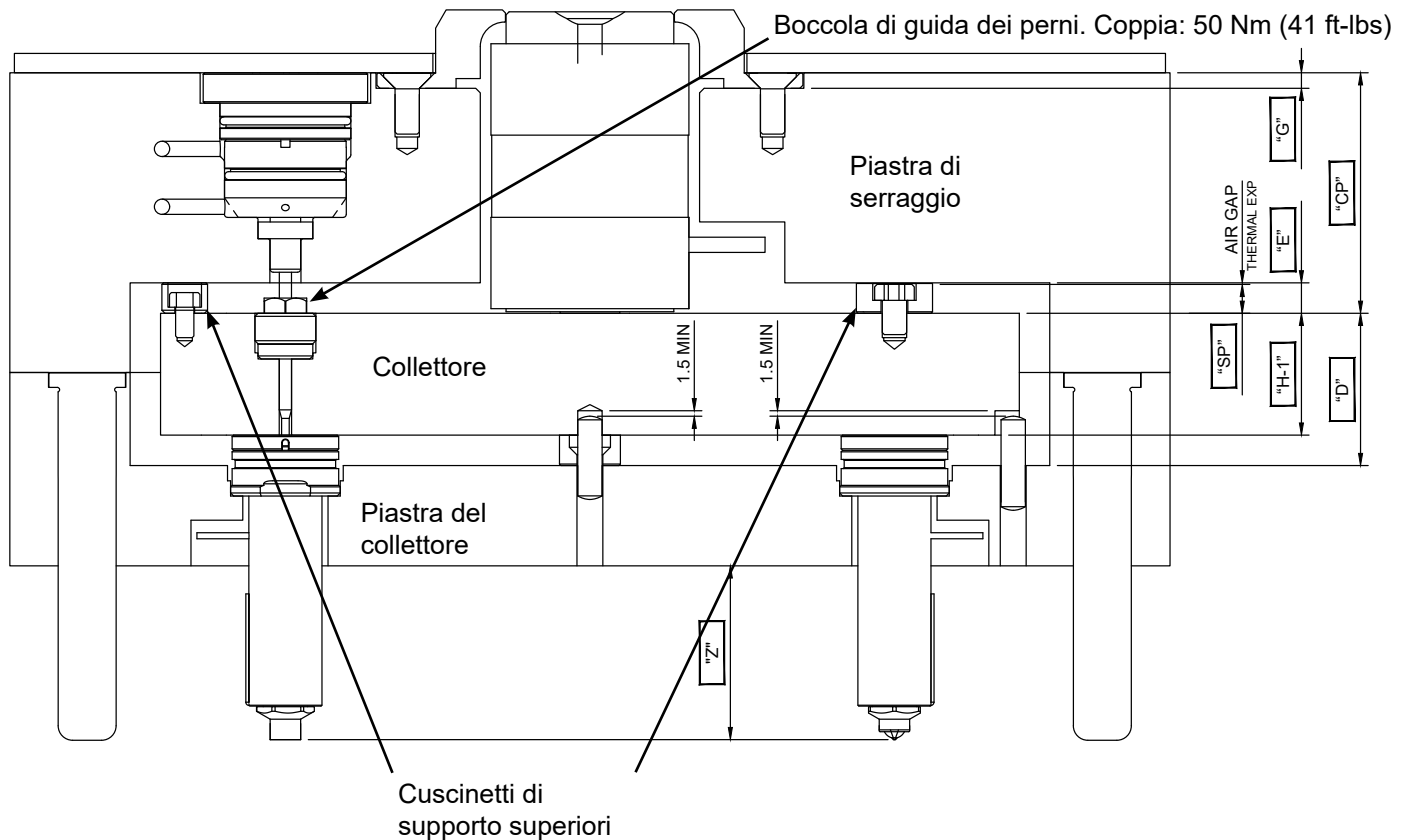

Figura 6 Posizioni dei supporti imbottiti e della boccola della guida dei perni
Tagliare e installare i cuscinetti di supporto superiori nella parte inferiore della piastra di serraggio. (Nota: i cuscinetti di supporto superiori sono realizzati con un materiale non magnetico. Realizzare un fissaggio sulla smerigliatrice per tenere il cuscinetto di supporto). Questa dimensione sarà la dimensione "E" meno il gioco d'aria (spazio libero freddo) specificato nel disegno dell'assemblaggio generale (vedere Figura 6 Posizioni dei supporti imbottiti e della boccola della guida dei perni). Registrare questa come dimensione "SP" sulla Scheda di ispezione principale.
- Installare la boccola di guida dei perni VG e la vite di fissaggio nei fori filettati nella parte superiore del collettore. Serrare la boccola di guida dei perni a una coppia di 50 Nm (41 ft-lbs). Vedere Figura 6 Posizioni dei supporti imbottiti e della boccola della guida dei perni.